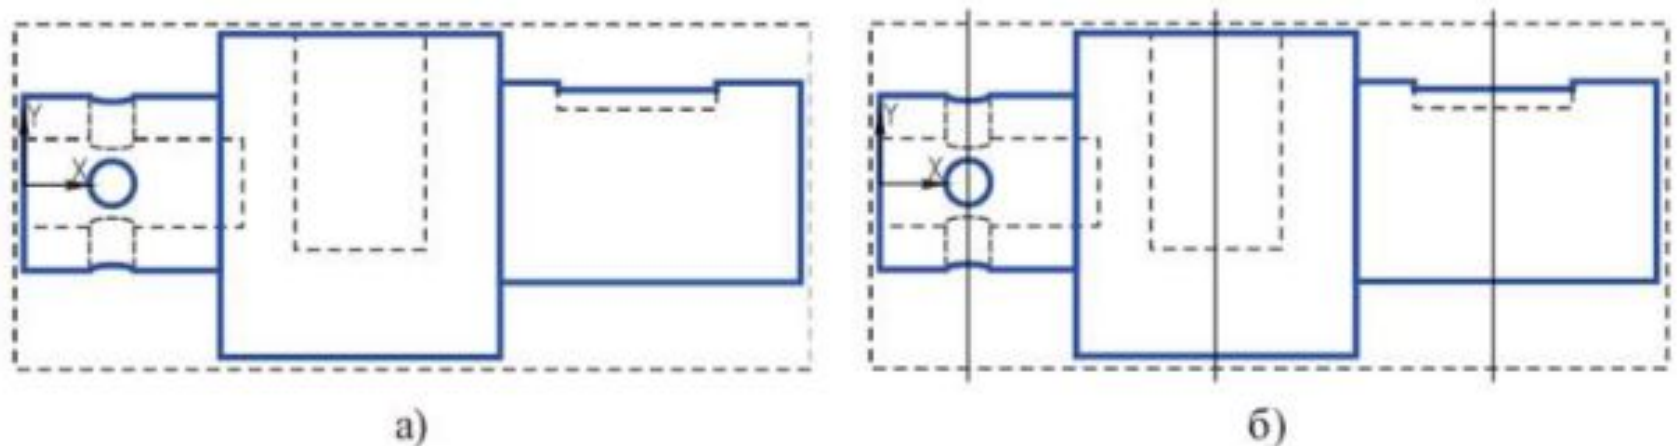

Рисунок 7.17 Главный вид детали «Вал» (а);
11. Создать документ *Чертеж* форматом А3 горизонтальной ориентации. Для автоматической генерации видов с 3D-модели выбрать *Виды – Стандартные виды* . В предложенной системе схеме видов оставить только главный вид с невидимыми линиями (для этого на вкладке *Линии Панели свойств* включить кнопку *Показывать невидимые линии*). Нажать ОК и разместить вид (рисунок 7.17 а) в верхней части чертежа слева.
12. С помощью вспомогательной *Вертикальной прямой*  наметить секущие плоскости (рисунок 7.17 б).